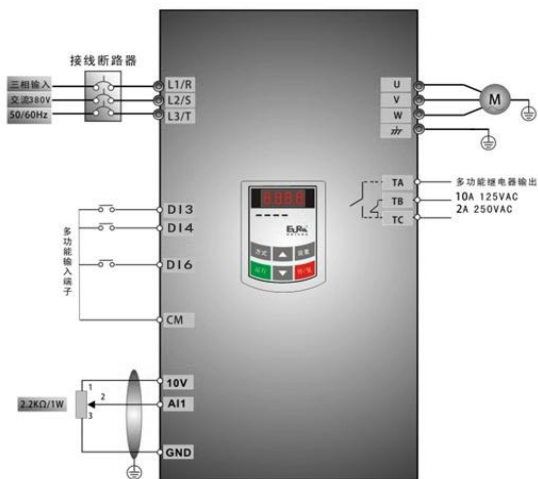

图 4-3 接线图 3
(1) 按图 4-3 配线，检查接线正确后，合上空气开关，变频器上电。